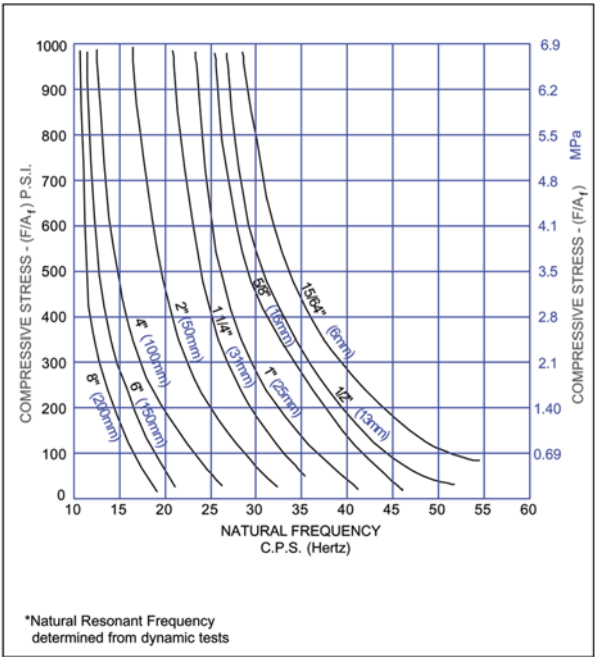
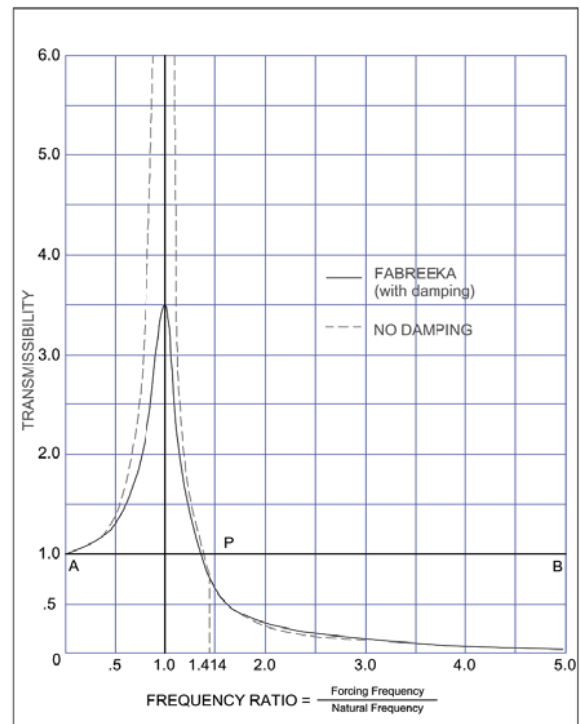

图 6 - 固有频率与压缩应力和厚度
图 7 - 传输率与频率比
使用 Fabreeka 垫时，上述内容如下所示：重量的增加或减少会在 Fabreeka 中产生相应的应力变化。厚度增加或减少会导致弹簧刚度变化；即更薄的 Fabreeka 垫增加弹簧的速度，而更厚的垫会降低速率。这很容易在图 6 中看到。观察 Fabreeka 的固有频率随着载荷增加到 400 psi（2.8 MPa）的水平而下降，在那里它基本上与载荷无关。
这些广泛测试的结果如图 6 所示，其中静态负载（应力）和厚度固有（共振）频率绘图。该曲线是动态测试的结果，因此比从静态信息获得的固有频率更可靠。
干扰频率除以固有频率是指示隔振器有效性的比率。见图 7。
由此获得的隔离度量称为可传递性。如果机器刚性地安装到其支撑或基座（无隔离器）上，则传输性将是一致的，因为传输的幅度或力等于不平衡机器产生的幅度或力。这种情况由图 7 中的 AB 线表示。
可选地，当隔离器没有阻尼时（图 7 中的虚线曲线）并且频率比为 1，则获得无限大的传输率。当固有频率等于强迫频率时，存在后一种情况，称为共振。显然，必须不惜一切代价避免谐振条件，因为它将初始扰动放大了其原始值的许多倍。进一步证明，在 Fabreeka 隔离器中引入阻尼（实线）可以大大降低这种放大倍数。
有趣的是（在图 7 中）注意到，在频率比高于 1.414 时，无阻尼（虚线）曲线显示出比阻尼（实线）曲线稍小的传输率。使用高阻尼材料（例如 Fabreeka）时，效率会出现轻微的损失，但这大大抵消了共振条件的改善。
如果选择的隔离器具有 40 cps 的固有频率，则其与次级频率之间存在频率比 3，导致该干扰的传输减少 84%。参见图 7，另一方面，工作速度和隔离器之间的频率比为 0.50，这表示放大率很小。虽然传输了更多的低频振幅，但我们已经减少了最麻烦的干扰。实践经验表明需要这种妥协隔离。次要性质的高频振动经常传递令人讨厌的结构噪声，其影响个人舒适度。
示例：参见图 6 和图 7。一台机器在运行速度为 3600 RPM 时候形成主要的干扰源。
在图 6 中，我们看到在 200 psi（1.40MPa）的载荷和 1-1 / 4"（31 mm）的厚度下，我们得到的自然频率为 30 cps（Hz）。在图 7 中，频率比为 2 时显示 0.40 的传输率。这意味着原始干扰的 40% 被传输，因此减少了 60%。通过降低 Fabreeka 的固有频率可以获得更大的减少。这可以通过以下的方法实现：
2. 选择提供所需隔离度的频率比率。请参阅第 13 页上的图 7。
6. 获得所需的 Fabreeka 厚度以获得所需的固有频率。请参阅第 13 页上的图 6。